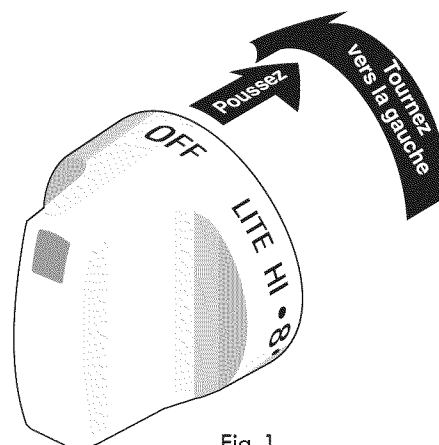

Fig. 1
2. Appuyez sur le bouton de commande du brûleur de surface désiré et tournez-le vers la gauche pour le dégager de la position **OFF** (arrêt; fig. 1).